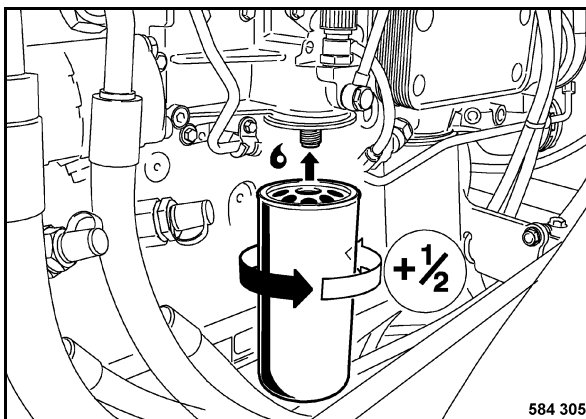

Fig. 184
- Untar la junta de goma (Fig. 184) del nuevo cartucho filtrante ligeramente con aceite.